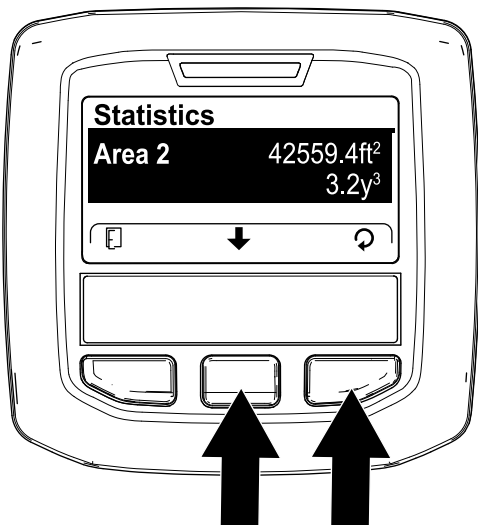

图 109
3. 在 STATISTICS 统计屏幕上按中间 InfoCenter 信息中心按钮直至 AREA 2 区域 2 选项被选定 图 109。